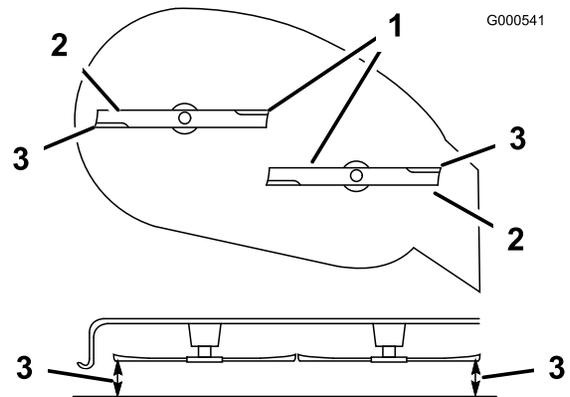

Bild 39
5. Drehen Sie die Schnittmesser vorsichtig von einer Seite zur anderen (Bild 39).
6. Messen Sie den Abstand zwischen den äußeren Schnittkanten und der ebenen Oberfläche (Bild 39). Wenn beide Messwerte nicht innerhalb von 5 mm liegen, ist eine Einstellung erforderlich. Machen Sie mit diesen Schritten weiter.